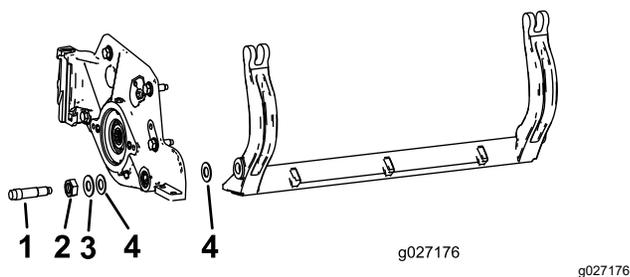

図 31
**注** ベッドバーの両端にそれぞれワッシャナイロン製2枚と打ち抜きスチール製1枚ずつあるので注意する図 31。
**注** サイドプレートのボスの両側にナイロンワッシャを入れる。その外側からスチール製ワッシャを取り付ける 図 31。